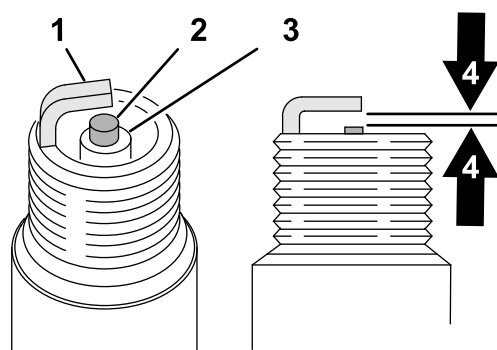

Figura 165
1. Uitați-vă la centrul ambelor bujii (Figura 165). Dacă izolatorul este maro deschis sau gri, motorul funcționează corect. Existența unui strat negru pe izolator semnifică de obicei faptul că filtrul de aer este murdar.